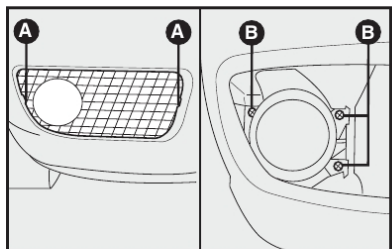

fig. 20
FARÓIS DE NEBLINA - fig. 20
1) retirar a grade com uma chave de fenda nos pontos indicados em **A**-fig. 20.
2) retirar os parafusos indicados por **B**-fig. 20.